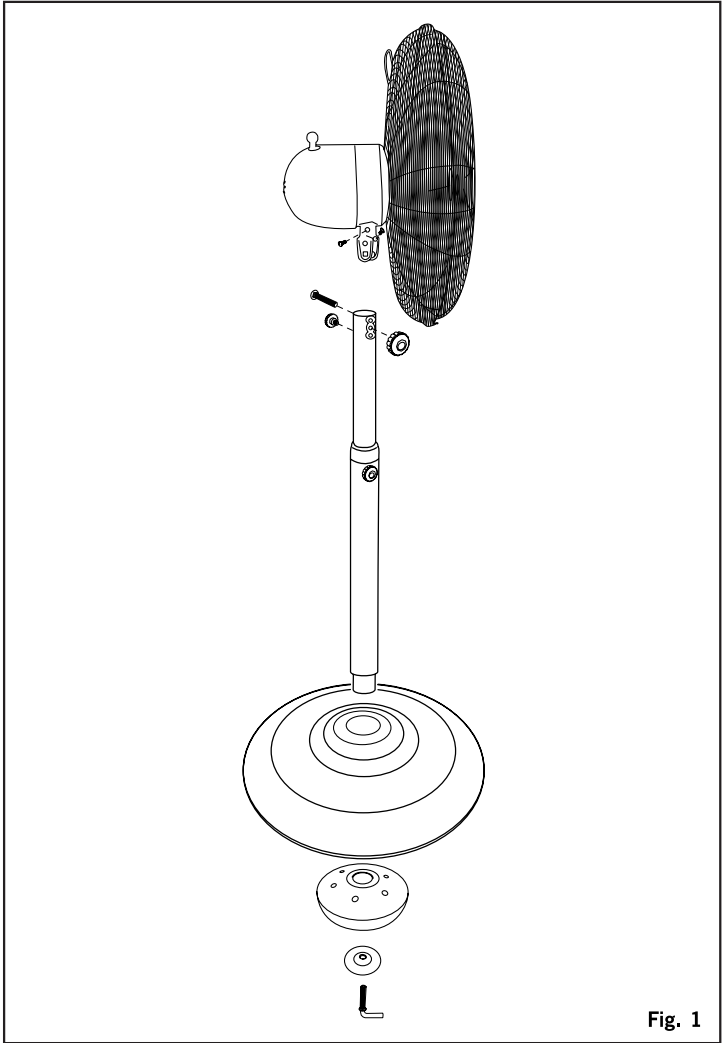

Fig. 1
-Encajar la Columna Ajustable (S) en el agujero de la Base Soporte (B), colocar el Contrapeso Base (G) debajo
de la Base Soporte (B) y asegurarlo con el Tornillo con forma de "L" (I) intercalando la Arandela (H) entre la base y el Tornillo con forma de "L" (I) (Fig.1)
-Encajar el Cuerpo motor (A) a la Columna ajustable (S) mediante el Soporte motor (F) y asegurarlo con el Tornillo de sujeción cuerpo motor (K) y el Mando de sujeción cuerpo motor (L) haciéndolo coincidir en los orificios pertinentes. Seguidamente introducir el Tornillo de ajuste de inclinación (M) en el orificio pertinente y apretarlo con el Mando de ajuste de inclinación (N) escogiendo la inclinación que se desee.
-Destornillar los 4 tornillos y sacar las arandelas situados más al exterior de la parte frontal del Cuerpo Motor (A). Y mediante ellos atornillar la reja posterior (Q), dejando el asa de transporte (E) en la parte superior del aparato.